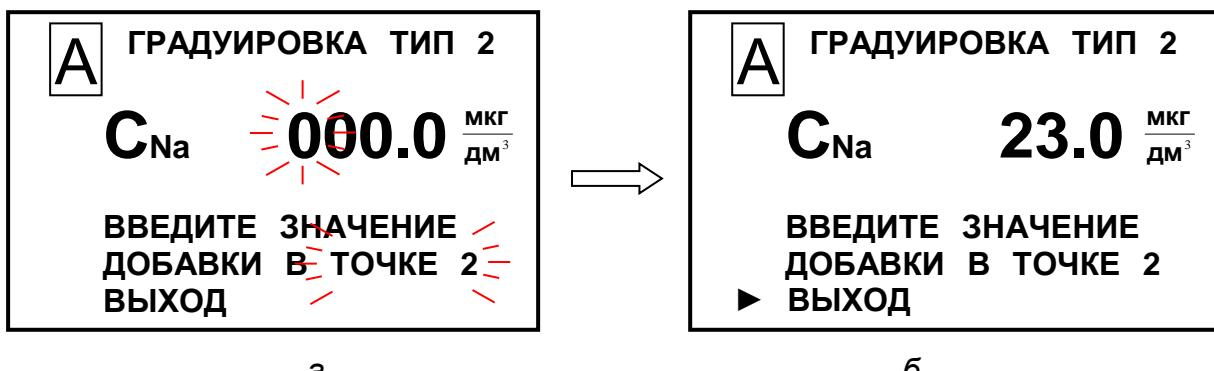

Рисунок 3.27
- 23 Ввести на экране (рисунок 3.27а) значение 23,0 мкг/дм³.
- 24 Установить маркер «▶» на строку ВЫХОД (рисунок 3.27б) и нажать кнопку «**МЕНЮ** **ВВОД**». Появится экран в соответствии с рисунком 3.28.